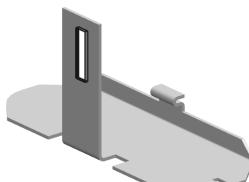

图 4.8.30 “法向除料”特征 1
Step6. 创建图 4.8.30 所示的“法向除料”特征 1。选择下拉菜单 **插入(S) → 切削(T) →**